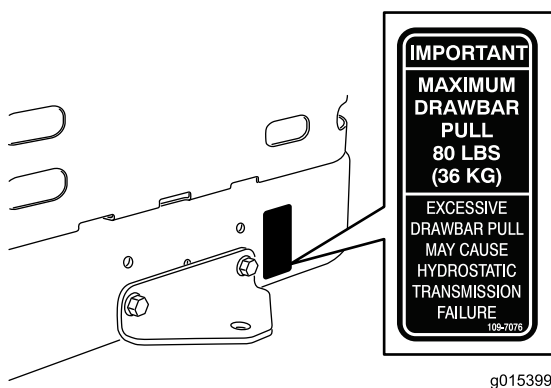
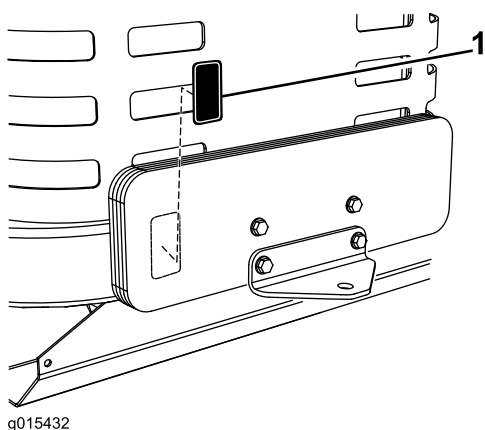

Figura 4
Figura 5
2. Separe la pegatina del soporte y colóquela en su lugar (Figura 4 o Figura 5).